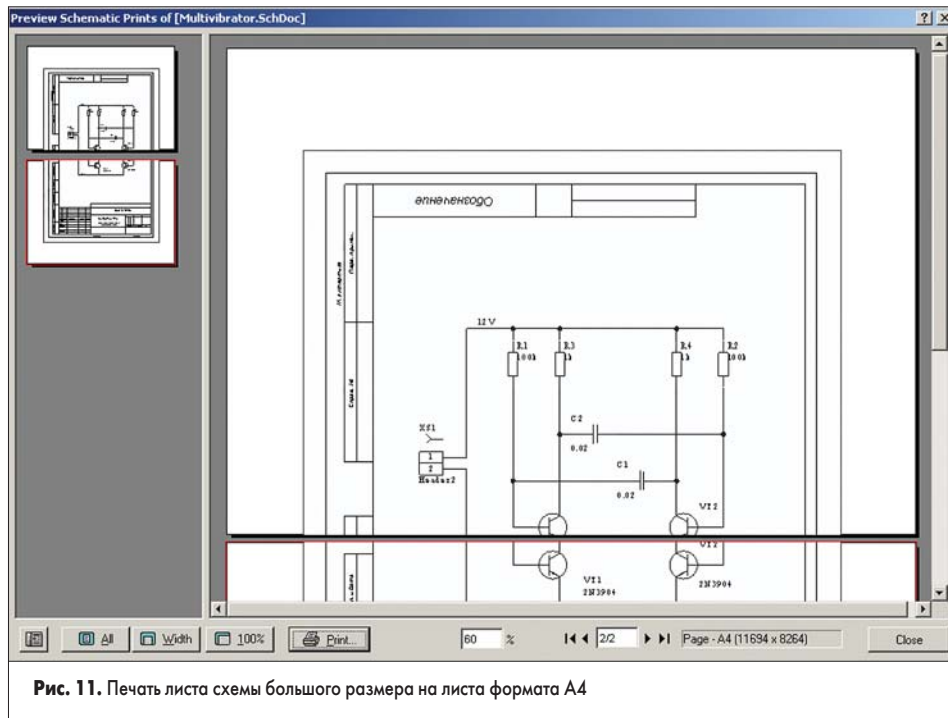

Рис. 11. Печать листа схемы большого размера на листа формата А4
7. Нажатием кнопки ОК закроем окно настроек листа. Вид распечатки в окне просмотра автоматически обновится (рис. 11).